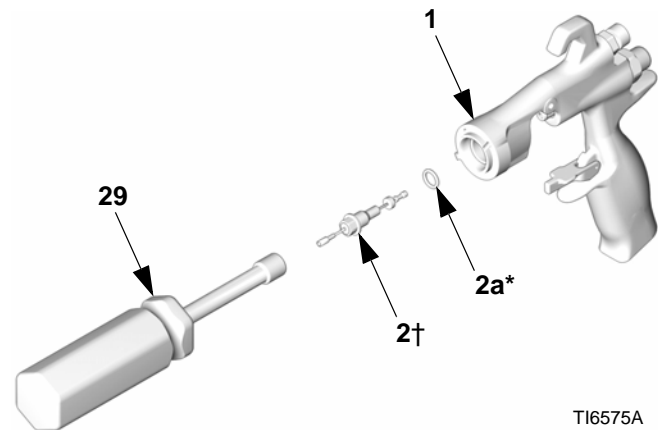

FIG. 43
5. Deslice el asiento (10) en el eje (9). Asegúrese de que el extremo biselado del asiento está dirigido hacia el extremo más grueso del eje. Introduzca cuidadosamente el eje (9) y el asiento (10) en la válvula neumática (8*).
6. Instale los dos muelles (15 y 19). Enrosque la tapa de resorte (11) en la parte trasera del cuerpo de la pistola. Apriete a un par de 175-185 in-lb (20-21 N•m).
7. Lubrique ligeramente las juntas tóricas del conjunto de la aguja y los puntos del eje dónde las empaquetaduras se deslizan. Asegúrese de que la junta tórica (2a*) está colocada en el cuerpo de la pistola (1).
8. Introduzca el conjunto de la aguja de fluido (2) por la parte delantera de la pistola. Utilice la llave para tuercas (29) para enroscar el conjunto de la aguja de fluido en el cuerpo de la pistola (1) y apriete a un par de 50-60 in-lb (6-7 N•m). Vea FIG. 43.